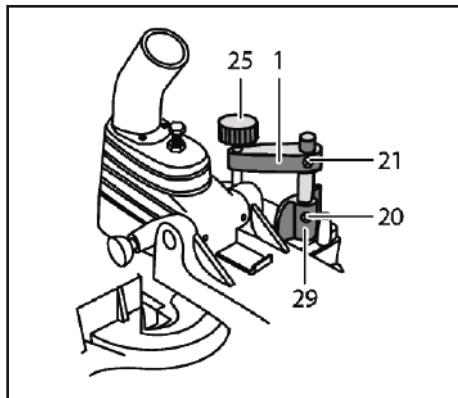

Рис. 2
- установите наружный фланец (24). Затяните болт, удерживая в нажатом состоянии кнопку фиксации (22).
6. Для надежной фиксации заготовки при пиления на фронтальном упоре (15) предусмотрены гнезда (29) для крепления струбцины (Рис. 2). Вставьте стержень струбцины в гнездо и затяните винт (20) на задней стороне гнезда для закрепления стержня. Отрегулируйте струбцину в соответствии с размером и формой заготовки. Струбцина может быть установлена в упоре как слева, так и справа от пильного диска.